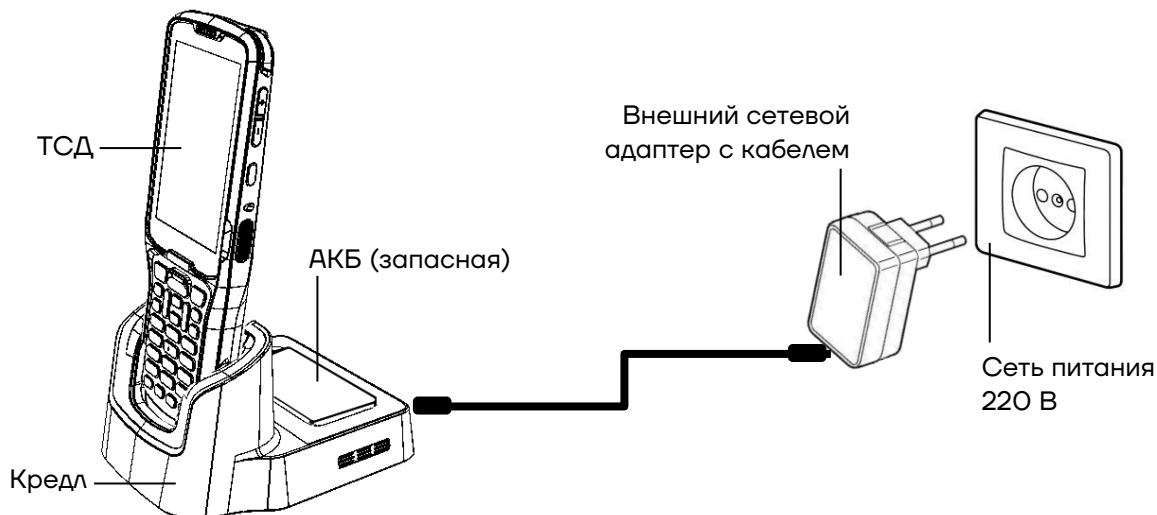

Рисунок 38. Схема подключения кредла с установленным ТСД к сети питания (зарядка через адаптер питания)
Для зарядки АКБ нужно установить ТСД в разъем кредла, который должен быть подключен к сети питания сетевым кабелем питания из его комплекта поставки (рисунок 38).
**В кредле есть возможность заряжать одновременно два аккумулятора: один, установленный в корпусе ТСД, второй – в специальном проеме в задней части кредла (рисунок 38).**